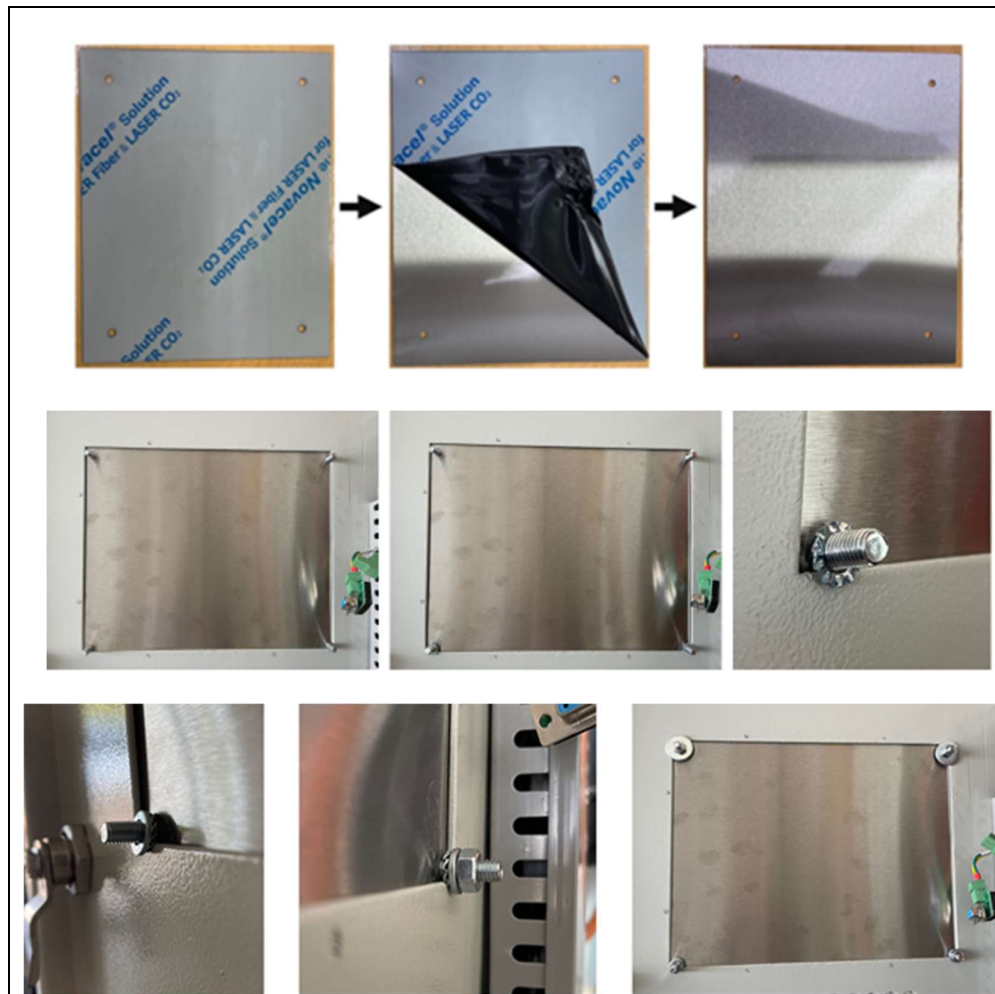

Abb. 7: Montage HMI Abdeckung
3. Die Platte an die Öffnung halten. Bei den unteren Schrauben die zwei Zahnscheiben aufstecken. Hierbei darauf achten, dass die Zahnscheiben wie in Abbildung 7 zu erkennen ist, platziert werden. Die Zahnscheibe sollte über den Rand der Öffnung ragen, sodass eine gute Erdung der Platte erzielt wird.